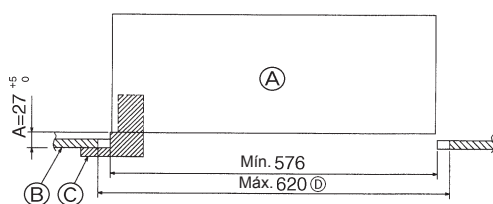

Fig. 8-2
①	Dimensiones de la rejilla	1	650 × 650 (mm)
②	Tornillo con arandela cautiva	4	M5 × 0,8 × 25 (mm)
③	Plantilla	1
④	Remache	2
⑤	Abrazadera	2
8.2. Preparación para conectar la rejilla (Fig. 8-2)